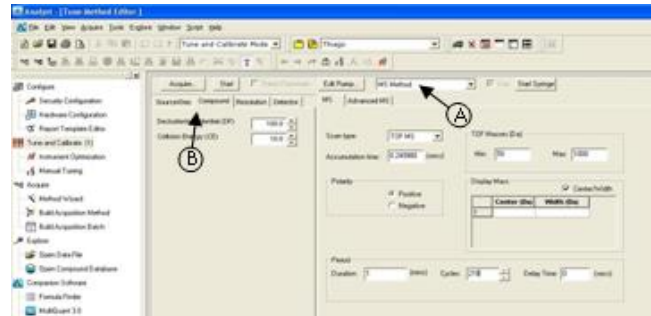

Figura 2. Tela para calibração manual (*Syringe Pump Method*). Figura 3. Tela para calibração manual (*MS Method*).
- 1.3.3. Na caixa de seleção 2A, selecione a opção *Syringe Pump Method* (Figura 2).